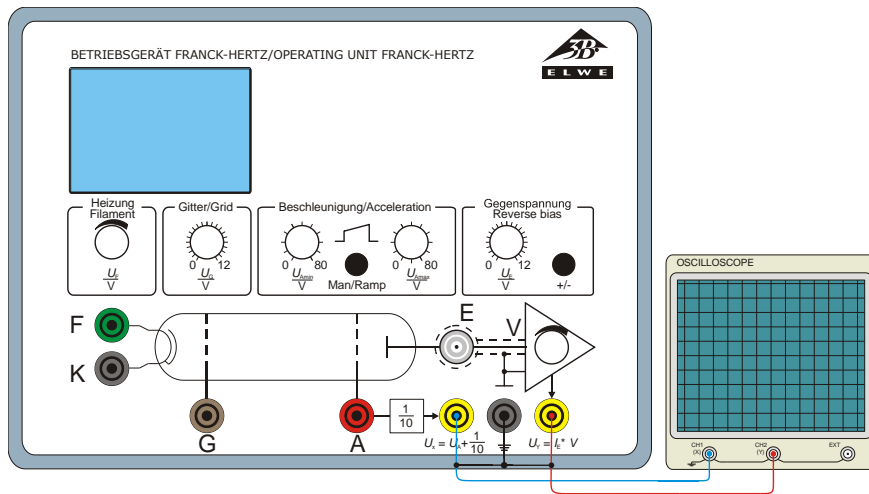

Fig. 7 Raccordement d'un oscilloscope à l'appareil pour l'expérience de Franck-Hertz
- Raccordez la sortie  $U_x$  de l'appareil pour l'expérience de Franck et Hertz au Canal 1 (déviation X) et la sortie  $U_y$  au Canal 2 (déviation Y) de l'oscilloscope. (voir Fig. 7)